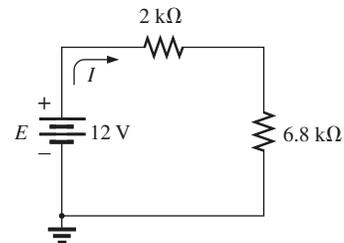

FIG. A4.127
45. a. Determine la corriente que fluye a través del circuito de la figura A4.127.
b. Si se inserta un amperímetro con resistencia interna de 250 Ω en el circuito de la figura A4.127, ¿qué efecto tendrá en el nivel de la corriente?